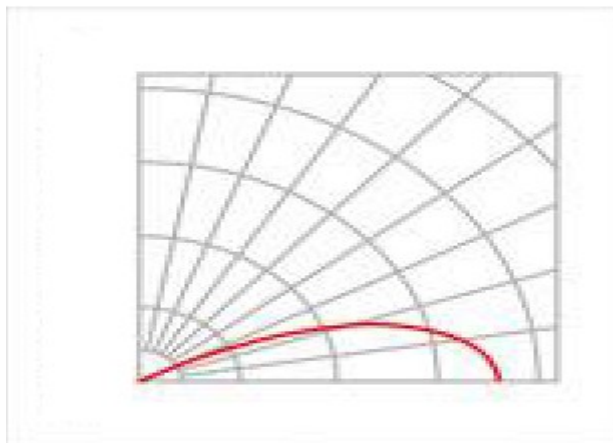

Рисунок 2 -Диаграмма направленности светильников Триумф-Т-К.
1.2.2 Светильники Триумф-Т-К (прожекторы) имеют концентрированную диаграмму направленности, представляющую собой комбинацию зон с двойным углом раствора  $10^\circ$  и  $25^\circ$  (см рисунок 2), что позволяет обеспечить равномерное освещение периметровой зоны большей протяженности.